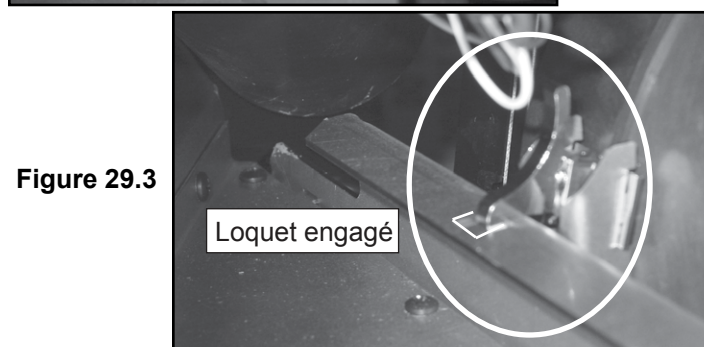

Figure 29.3
10. Une fois le ventilateur correctement positionné, l'attache s'engage dans l'encoche pour le maintenir en place. **Figure 29.3.**